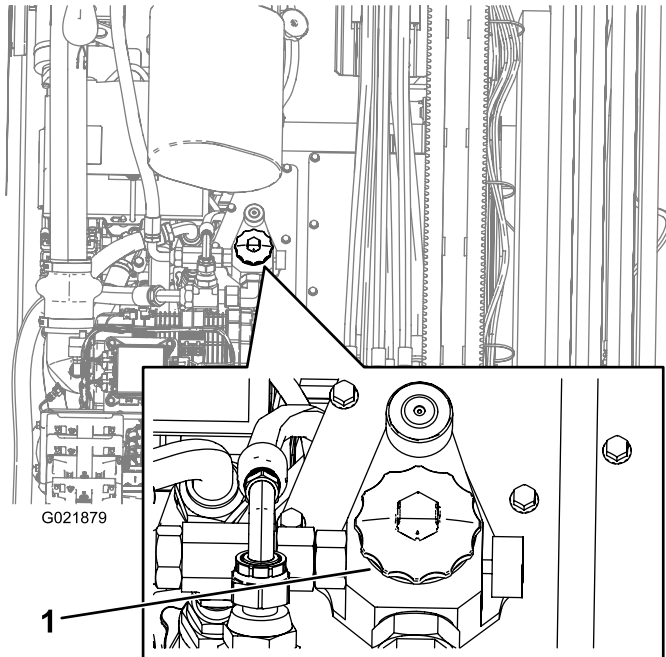

Figure 147
4. Ouvrez le bouchon du réservoir hydraulique (Figure 147).
- Placez un bac de vidange sous le filtre et enlevez le filtre (Figure 147).